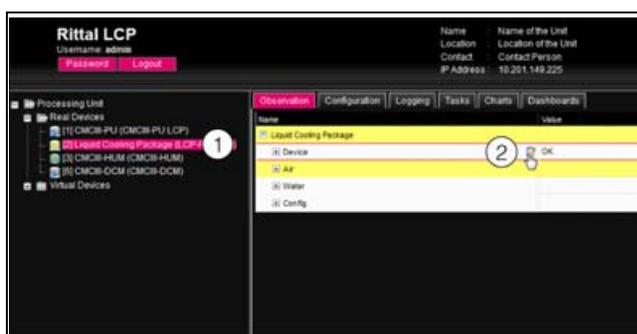

Imagen 80: Selección de varios parámetros
- Abra sólo la entrada «Liquid Cooling Package» clicando sobre el símbolo «+» junto a la entrada (imagen 80, pos. 1).
- Coloque el puntero del ratón al final de la primera columna en la línea «Device» (imagen 80, pos. 2). Aparecerá un símbolo «Edit» y el puntero del ratón se convertirá en un símbolo «Hand».